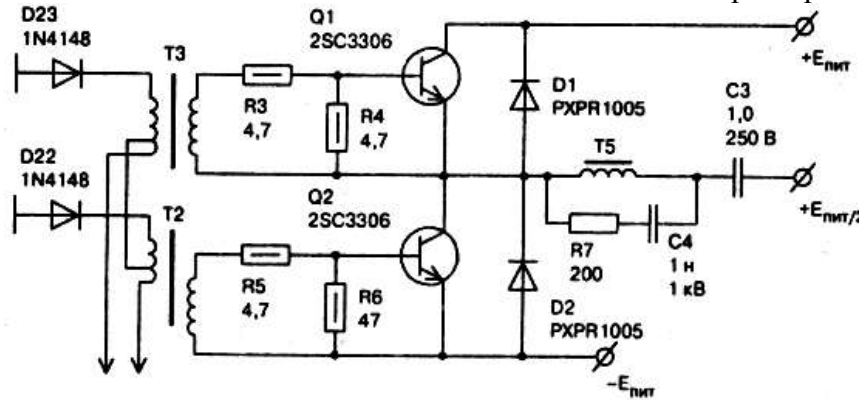

Рис. 6. Принципиальная схема полумостового преобразователя RS-6220C
*Полумостовой преобразователь.* На вход преобразователя сигналы управления могут передаваться через согласующий трансформатор. В некоторых источниках роль согласующего выполняет пара отдельных трансформаторов, как это имеет место в источнике питания (рис. 6) – трансформаторы Т2, Т3. Последовательное включение конденсаторов с рабочей обмоткой импульсного трансформатора позволяет устранить несимметричный характер перемагничива-